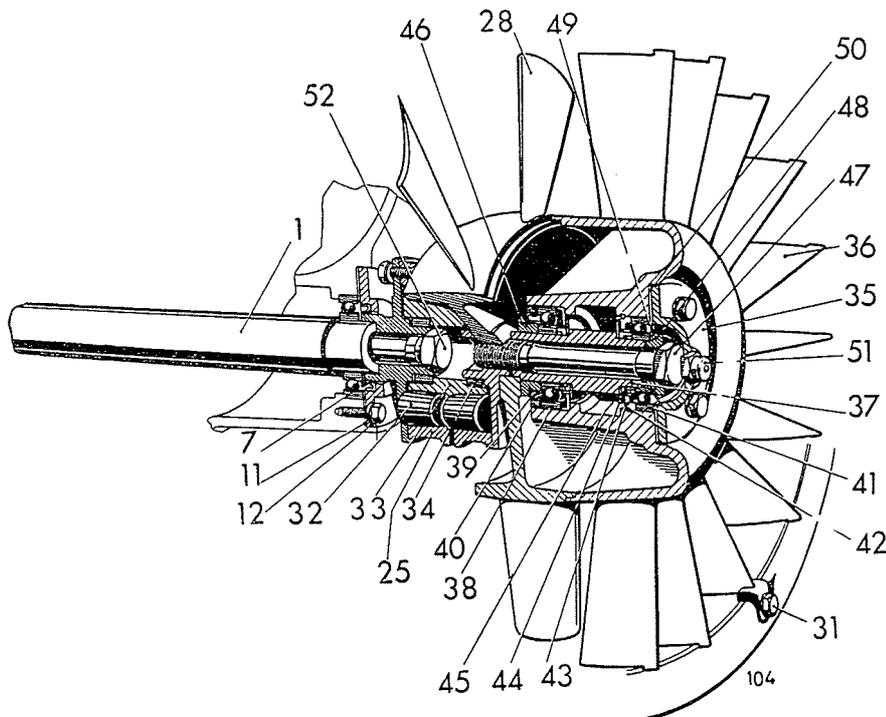
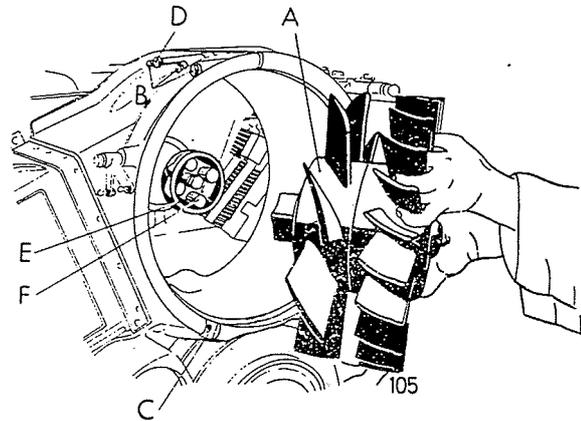
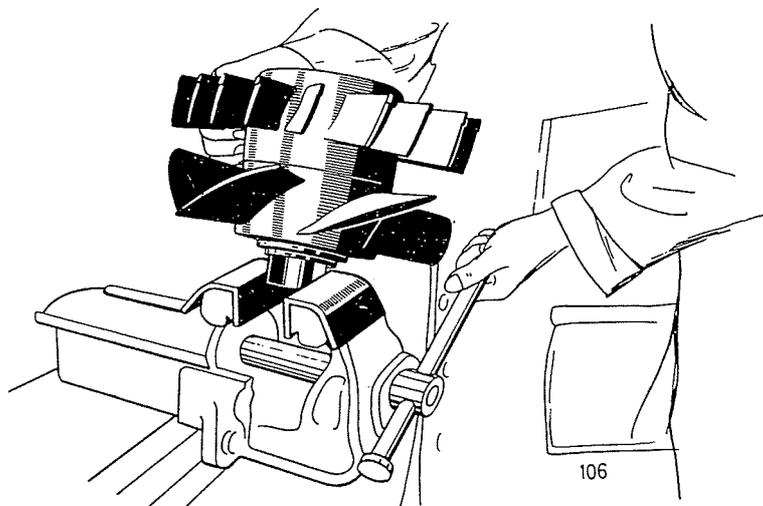

Bild 104
Bild 105 Aus- und Einbau des Kühlluftgebläses F/A 6-12 L 614
Bild 106 Zur Montage des Kühlluftgebläses F/A 6-12 L 614
d) Motoren Bauart F/A6-12L614. Hierzu Bild 104. Zum **Ausbau** Spannschrauben am Schlitz des vorderen Deckels (= das Gebläsegehäuse) lösen. Sicherungsblech 31 zum Feststellen des Leitschaukelsternes 36 lösen. Schlitz des vorderen Deckels mit einer Schraube vorsichtig spreizen, bis Gebläse komplett nach vorn heraus gezogen werden kann, siehe Bild 105. Im Gebläseschacht werden dabei vier Rollenpuffer 32 der Steckkupplung 25 zwischen Gebläse und Gebläseantriebswelle 1 frei. Mitnehmer 33 zu dieser Kupplung und zwei Lagerbüchsen 34 dazu sowie vier Rollenpuffer 32 entnehmen. Mitnehmer 33 in den Schraubstock mit Schutzbacken spannen und Gebläse mit 4 Stahlrollen anstelle der Rollenpuffer darauf setzen, Bild 106. Deckel 35 auf Leitschaukelstern 36 abnehmen. Spannschraube 47 durch Linksdrehen abschrauben. Mitnehmerkranz mit Flansch und Läufer abnehmen. Leitschaukelstern 36 flach auflegen und zentrale hohle Welle 37 mit läuferseitigem Lager 38, Dichtringhalter 40 und Abdichtring 39 nach Läuferseite ausdrücken. Der dabei verwendete Dorn darf die Hohlwelle 37 nicht beschädigen. Nach Ausbau der Hohlwelle 37 kann das leitschaukelseitige Lager 41 von der Läuferseite aus nach der Leitschaukelseite zu ausgedrückt werden.
Gebläsekupplung 25 läuferseitig aufsetzen und Spannschraube 47 mit Laufring 48 und Dichtring 49 von vorn durch Welle schieben und in Kupplungsflansch 25 schrauben. Mitnehmer 33 in Schraubstock mit Schutzbacken spannen, Gebläse mit 4 Stahlrollen an Stelle der Rollenpuffer 32 auf Mitnehmer 33 setzen. Bild 106. Spannschraube 47 nach folgender Anziehvorschrift anziehen, danach Stahlrollen wieder entnehmen.
In den Mitnehmerkranz des Gebläses und denjenigen der Ritzelwelle je 4 Rollenpuffer 32 mit einem Klebestreifen oder Rundgummiring halten, Mitnehmer 33 mit Lagerbüchse 34 in das Gebläse einschieben. Schlitz am vorderen Deckel (= Gebläsegehäuse) mit Schraube vorsichtig spreizen, siehe Bild 105, und Gebläse derart einschieben, daß Mitnehmer 33 mit Lagerbüchse 34 zwischen den 4 Rollenpuffern im Mitnehmerkranz der Ritzelwelle liegt. Rippen des Leitschaufelsternes 36 liegen an Ausdrehung des vorderen Deckels an.